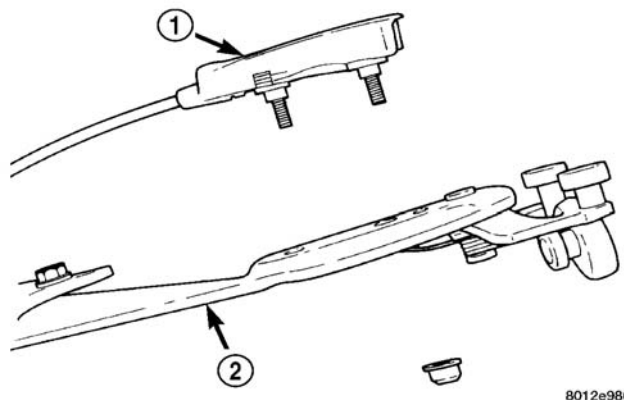

图 2 滑动门保持开启锁闩
- （3）拆卸将保持开启锁闩固定至下滚柱臂的螺母（图 2）。